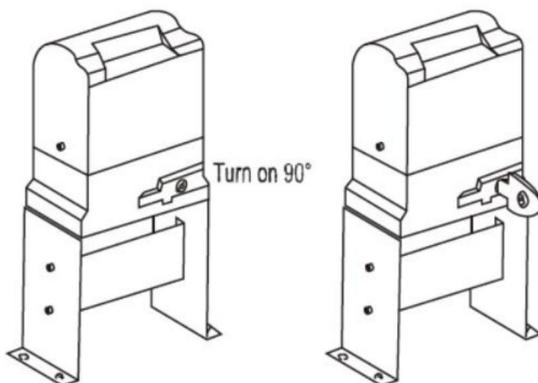

Figure 7
e) Veuillez déverrouiller le moteur principal avant l'installation, la méthode de déverrouillage est la suivante : retirez le couvercle de la clé, insérez la clé et ouvrez la barre de déverrouillage manuel jusqu'à ce qu'elle tourne de 90° comme indiqué sur la figure 7. Tournez ensuite le pignon de sortie et le pignon peut être tourné facilement ;